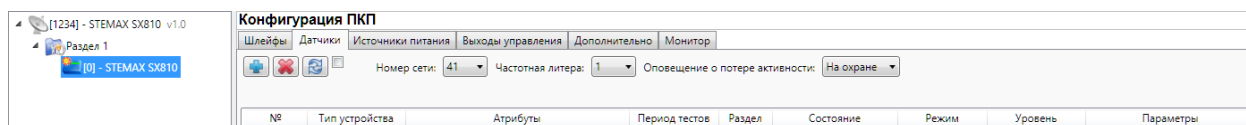

Рис. 4.1. Вкладка *Датчики*
2. В программе *Конфигуратор Профессионал* перейдите в группу параметров ПКП контроллера и откройте вкладку *Датчики* (рис. 4.1).